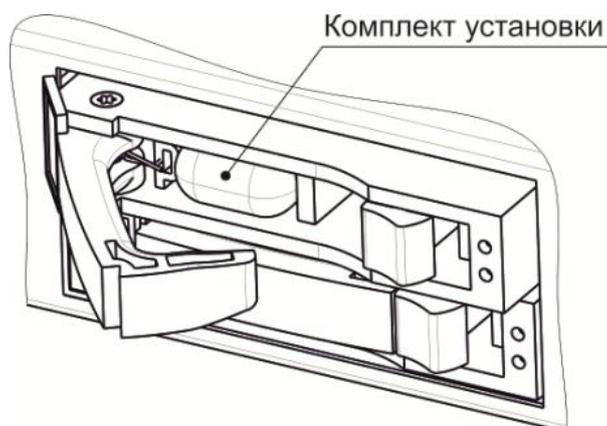

Рисунок 33 – Расположение комплекта крепежных элементов при поставке
2. Извлечь комплект крепежа, расположенный под ручкой выталкивателя, рисунок 33.